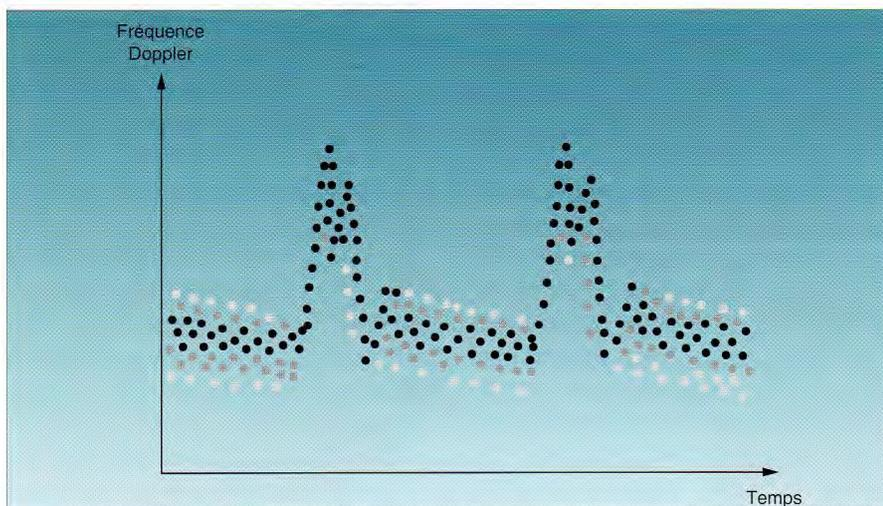

Figure 19 : Analyse spectrale. La brillance de chaque point est proportionnelle à l'intensité du signal perçu et non à sa fréquence.
f) Analyse spectrale (fig. 19)